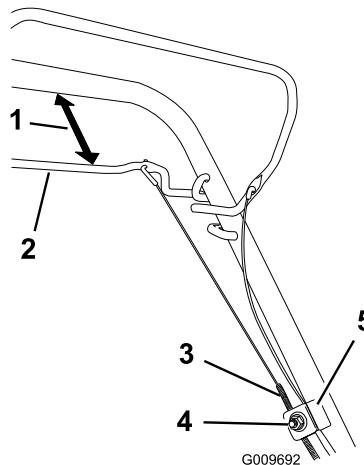

Figure 48
1. Desserrez l'écrou du support de guidage du câble (Figure 48).
2. Maintenez la barre de commande d'autotraction à 25 à 38 mm du guidon (Figure 48).
3. Baissez la gaine du câble (vers la tondeuse) pour éliminer le mou du câble (Figure 48).